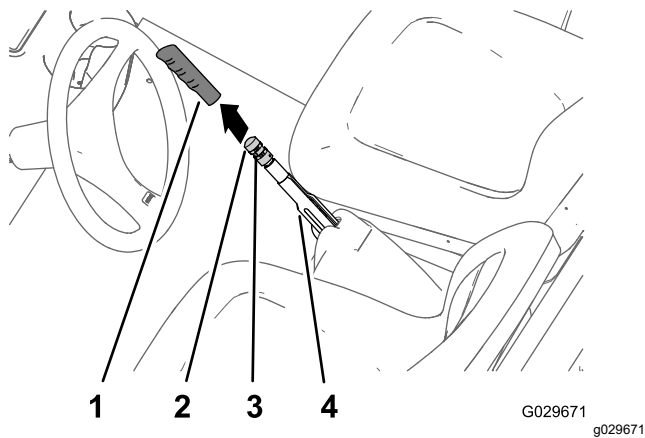

Figura 63
1. Retire la empuñadura de la palanca del freno de estacionamiento (Figura 63).
2. Afloje el tornillo de fijación que sujeta el pomo de ajuste del freno a la palanca del freno de estacionamiento (Figura 63).
3. Gire el pomo de ajuste del freno hasta que se requiera una fuerza de 133-156 N para accionar la palanca de freno de estacionamiento (Figura 63).
4. Apriete el tornillo de fijación e instale la empuñadura (Figura 63).
2. Afloje el tornillo de fijación (Figura 63) que sujeta el pomo de ajuste del freno a la palanca del freno de estacionamiento, quite el freno de estacionamiento y afloje el pomo de ajuste del freno.
5. Gire el pomo de ajuste del freno (Figura 63) hasta que se requiera una fuerza de 133-156 N para accionar la palanca de freno de estacionamiento.
- C. Gire el pomo de ajuste del freno (Figura 63) hasta que se requiera una fuerza de 133-156 N para accionar la palanca de freno de estacionamiento.
- Apriete el tornillo de fijación e instale la empuñadura (Figura 63).